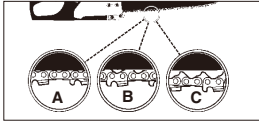

Bild. 5
⚠ VORSICHT: Wenn die Sägekette ZU LOCKER oder ZU STRAFF ist, nutzen sich die Zähne, die Schiene, die Kette und das Kurbelwellenlager schneller ab. Bild. 5 informiert über die richtige kalte Spannung (A) und warme Spannung (B), und dient als Anleitung für weitere Einstellungen der Sägekette (C).